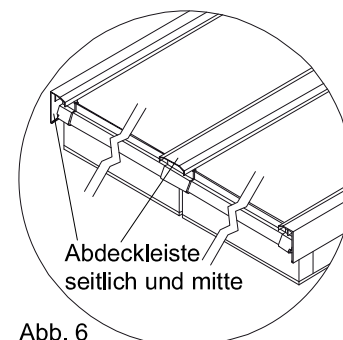
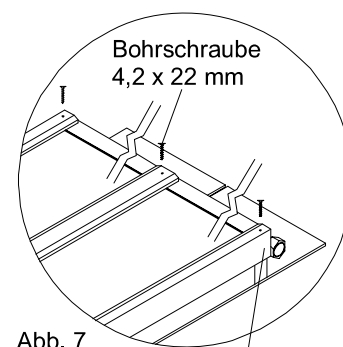

Abb. 6
Abb. 7
15. Dann erst werden die mittleren Abdeckleisten mit dem vorgebohrtem Loch an der Kollektoroberseite aufgeklipst (Abb. 6 und Abb. 7). Die Verklipsung erfolgt von oben beginnend, mittels Gummihammer, bis zum vollständigen Einrasten. **ACHTUNG! Die zwei seitlichen Abdeckleisten werden erst nach der Montage der seitlichen Blecheinfassung montiert!**
16. Mit den Bohrschrauben 4,2 x 22 mm werden die Abdeckleisten am Kollektor durch das vorgebohrte Loch an der Kollektoroberseite angeschraubt (Abb. 7).